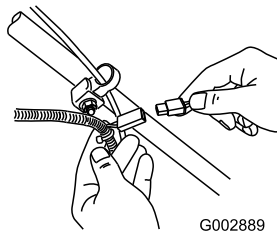

Figura 45
1. Collegate il caricabatterie al cablaggio preassemblato del tosaerba, sotto la chiave di accensione (Figura 45).